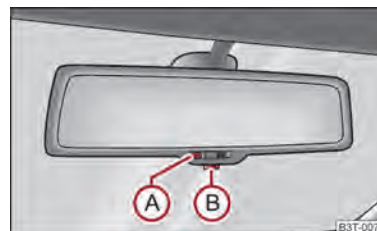

Fig. 54 Retrovisor interior antideslumbrante automático
- Pulse la tecla (B) ⇒ fig. 54, el testigo (A) se encenderá.